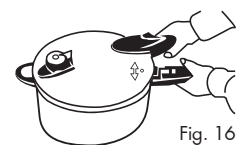

Fig. 16
- Alinee la marca „●“ de la tapa con la marca „▲“ del asa de la olla (pieza 13) y abra la tapa (Fig. 16).